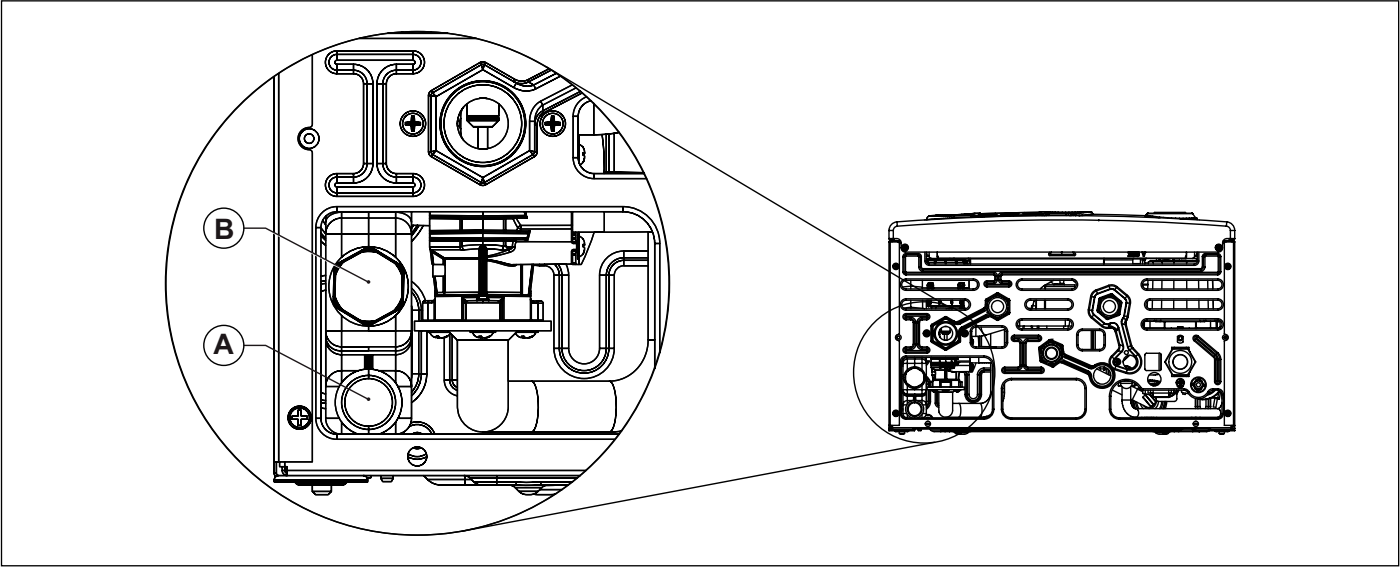

图 20 冷凝水排放
冷凝水排放系统必须连接到锅炉上提供的专用连接装置 (A) 上（请参阅 图 20 冷凝水排放）。